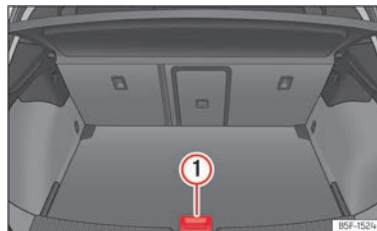
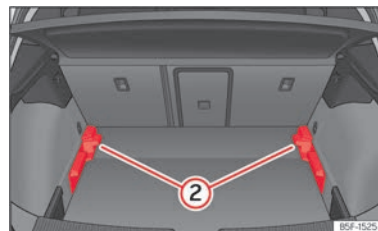

Abb. 196 Variabler Gepäckraumboden: hohe Position.
Abb. 197 Variabler Gepäckraumboden: niedrige Position.
- Um von der niedrigen in die hohe Position überzugehen, heben Sie den Boden am Haltegriff >>> **(Abb. 196)** **(1)** an und ziehen Sie ihn nach hinten, bis der vordere Teil
des Bodens vollständig über den Halterungen >>> **(Abb. 197)** **(2)** liegt.
- Um von der hohen in die niedrige Position überzugehen, heben Sie den Boden am Haltegriff >>> **(Abb. 196)** **(1)** an und ziehen Sie ihn nach hinten, bis der vordere Teil des Bodens vollständig über den Halterungen >>> **(Abb. 197)** **(2)** liegt.
SEAT empfiehlt, den variablen Gepäckraum-boden wieder in die hohe Position zu bringen »» (Abb. 196), wenn kein zusätzlicher Platz mehr benötigt wird.
- Bei einem variablen Boden in hoher Position diesen am Haltegriff »» (Abb. 196) ① anheben, daran ziehen und in Richtung der Rücksitzlehne bewegen, bis der Boden an der Scharnierlinie eingeklappt wird und sich der bewegliche Teil des Bodens auf diesem befindet.